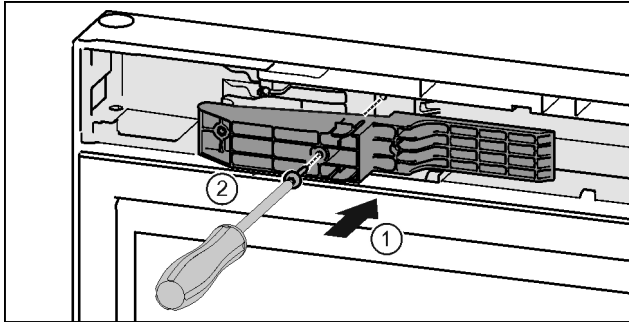

Fig. 48 *
- ▶ Τοποθετήστε τον αντάπτορα στην πλευρά της λαβής στην εγκοπή. Fig. 48 (1)*
- ▶ Σφίξτε τις βίδες με κατσαβίδι T15. Fig. 48 (2)*